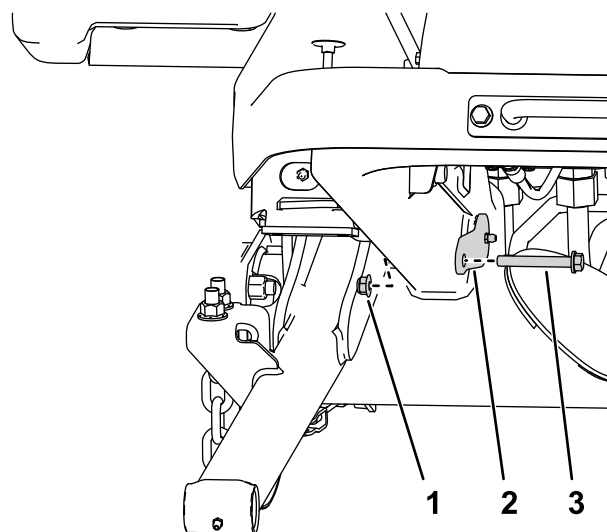

Figura 4
- D. Remova as porcas e parafusos que prendem os pinos grandes aos braços de elevação como se mostra na Figura 4.